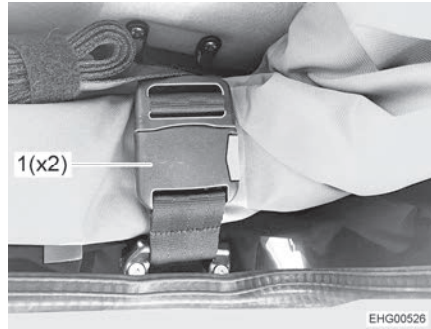

Bild 68 Gurtschloss
- Beide Gurtschlösser (Bild 68,1) öffnen.